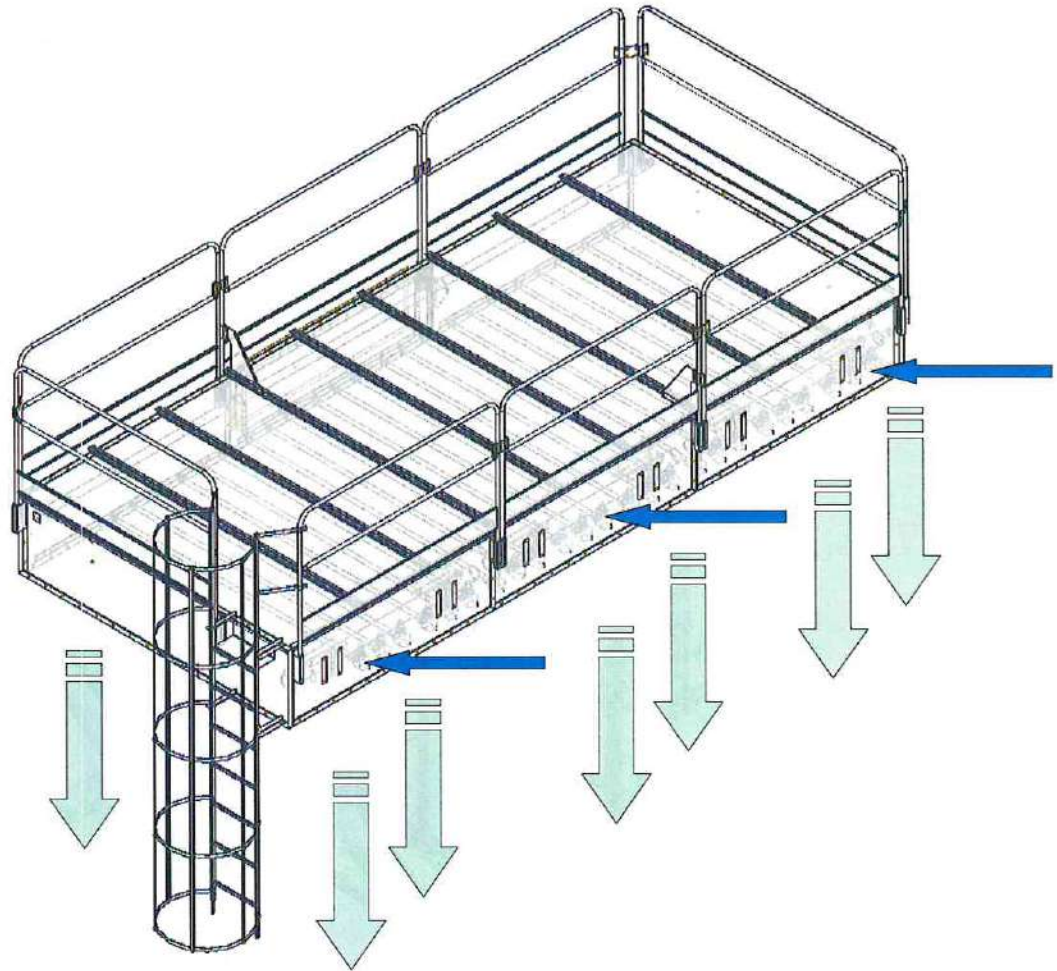

Fig 1a - batteria di lavaggio
- e) Ad intervalli regolari dei forti getti di aria compressa (fig.1a) scuotono le maniche in modo che la polvere depositata si stacchi e precipiti nella tramoggia.